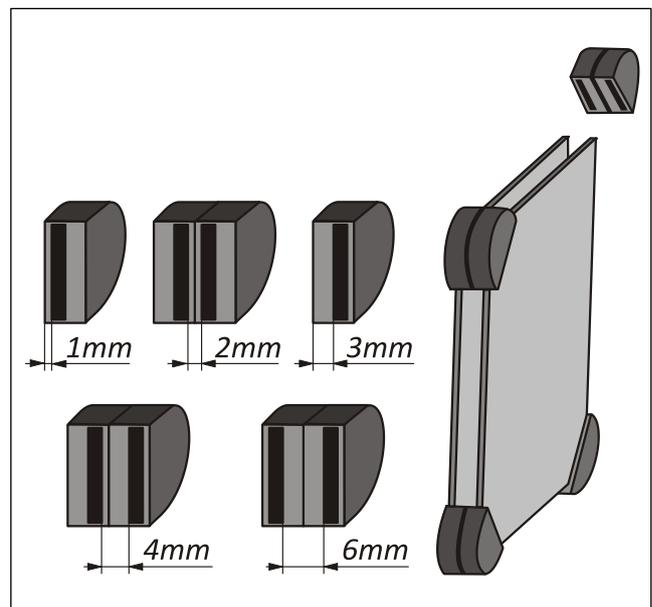

Bild 4: Verwendung der Abstandshalter
- Setzen Sie die Abstandshalter für die gewünschten Abstände auf die Ecken der Platten auf. (*siehe Bild 4*).
- Messen Sie die speicherbare Ladungsmenge Q eines Kondensators in Abhängigkeit von der angelegten Spannung U für **zwei** Plattengrößen der Fläche A bei konstantem Plattenabstand ($d = (6 \pm 0,5) \text{ mm}$ siehe Bild 4).
- Variieren Sie die Abstandshalter nach **Bild 4** (Plattenabstände $d=(1, 2, 3, 4 \text{ und } 6)\text{mm}$)